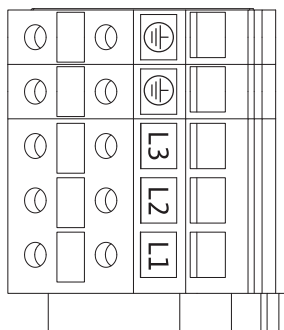

Fig. 22: Przytączyeniowe zaciski sieciowe
- Przytączyeniowe zaciski sieciowe (Fig. 22)